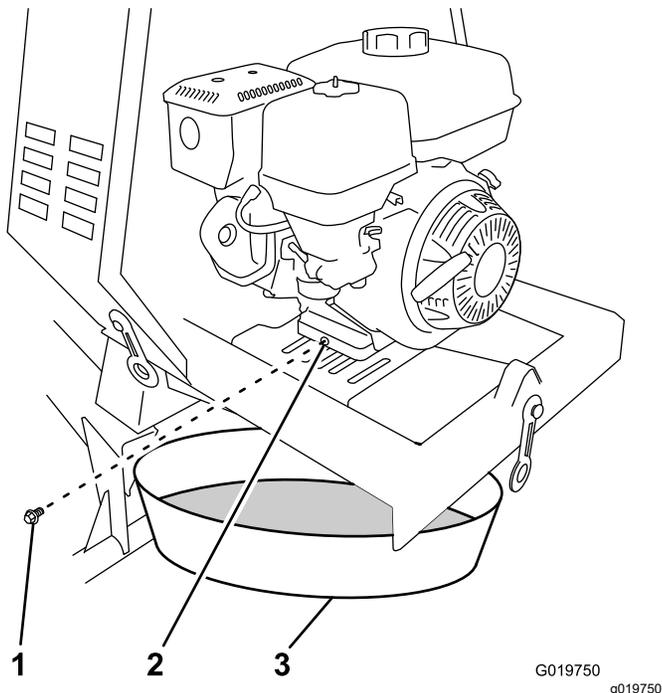

Figure 45
- Placez un bac de vidange sous l'orifice de vidange d'huile du moteur (Figure 45).
- Retirez le bouchon de vidange et laissez l'huile s'écouler dans le bac de vidange (Figure 45).
- Lorsque la vidange d'huile est terminée, remettez le bouchon de vidange en place avec une rondelle neuve (Figure 45).